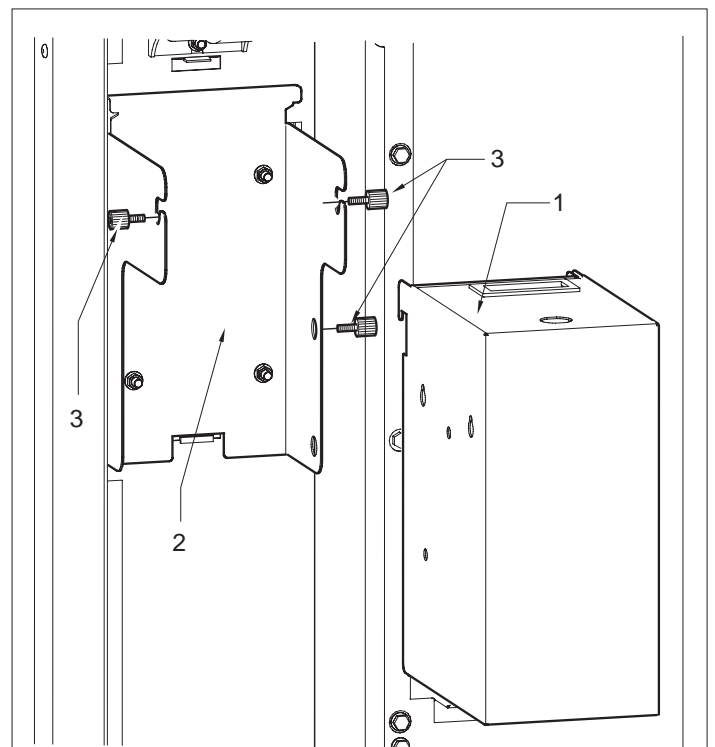

Fig. 6.13
- colocar el monedero (Fig. 6.13-pos.1) en el soporte (2) y fijarlo con los 3 tornillos (3).